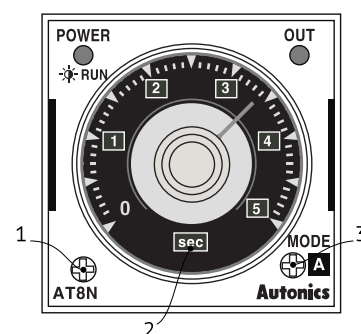

Рисунок 6
Панель реле представлена на Рис. 6. Винт выбора уставки (2) служит для настройки чувствительности. Кнопка TEST (3) служит для проверки работы реле. Поворотная кнопка RESET (4) служит для выбора режима сброса реле (ручной или автоматический). Индикатор состояния (1) отображает состояние реле.